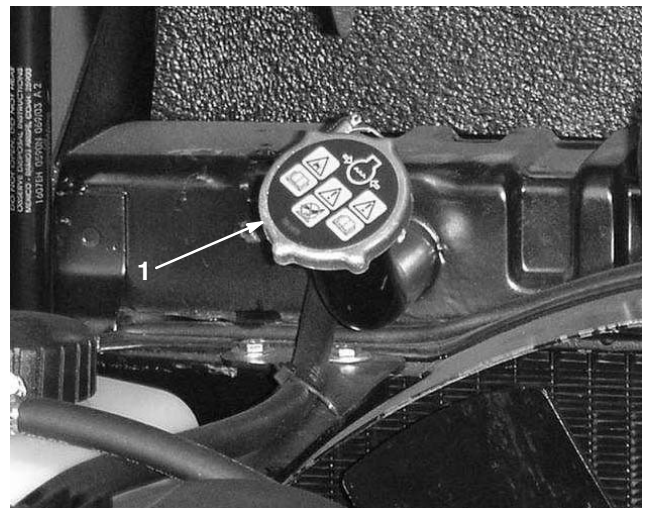
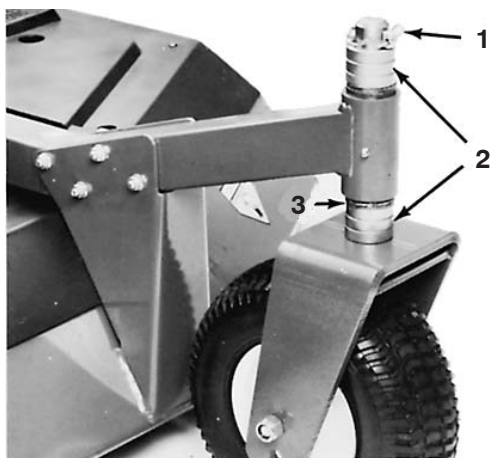

Bild 9
Bild 14
5. Beim Einfüllen größerer Flüssigkeitsmengen sollten Sie den Kühlerdeckel abnehmen (Bild 9) und den Kühler auffüllen, bis der Kühlmittelstand über dem Kühlerkern und ungefähr 25 mm bis zur Unterkante des Einfüllstutzens liegt.
4. Nehmen Sie an allen anderen Laufrädern den Klappstecker aus den Laufradgabelwellen heraus (Bild 14). Nehmen Sie die Laufradwelle und die Distanzstücke von den Laufradarmen (Bild 14). Setzen Sie die Distanzstücke auf die Laufradspindel, sodass Sie die gewünschte Schnitthöheneinstellung erzielen. Montieren Sie dann die Laufradgabel am Arm (Bild 9). Setzen Sie die restlichen Distanzstücke auf die Welle und befestigen Sie alles mit dem Klappstecker (Bild 14).